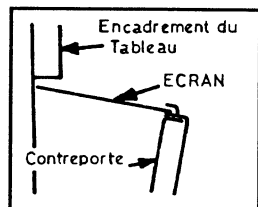

fig 4
Les grillades doivent être effectuées porte du four entrouverte, en engageant dans le haut de la porte l'écran évitant la surchauffe des manettes et en l'amenant en butée contre la façade (figure 4 page 6)
- mettre en place l'écran de protection des manettes (fig 4 p 6)